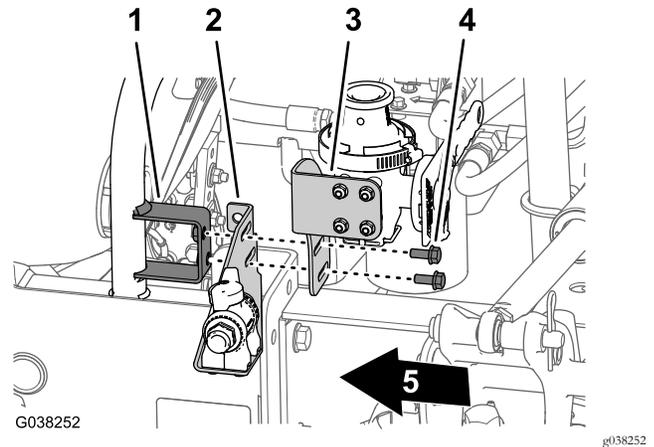

Bild 61
1. Fluchten Sie die Schlitze in der Rührwerk-Drosselventilhalterung und die Schlitze in der Ejektorabstellventilhalterung mit den Löchern in der Befestigung für die Drosselventilhalterung aus (Bild 61).
2. Montieren Sie die Rührwerk-Ventilhalterung und die Ejektorabstellhalterung mit zwei Bundkopfschrauben (5/16" x 3/4") an der Befestigung für die Drosselventilhalterung (Bild 61).